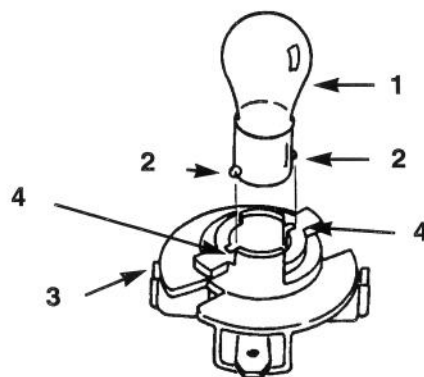

Figure 18
4. Appuyer sur l'ampoule et la tourner dans le sens anti-horaire jusqu'à ce qu'elle s'arrête (approx. $1/4$ de tour) et la déposer du porte-ampoule (Fig. 18).
1. La base de l'ampoule est munie d'ergots métalliques. Aligner les ergots avec les encoches du porte-ampoule et installer la base dans le porte-ampoule (Fig. 18). Pousser sur l'ampoule et la tourner dans le sens horaire jusqu'à ce qu'elle s'arrête.